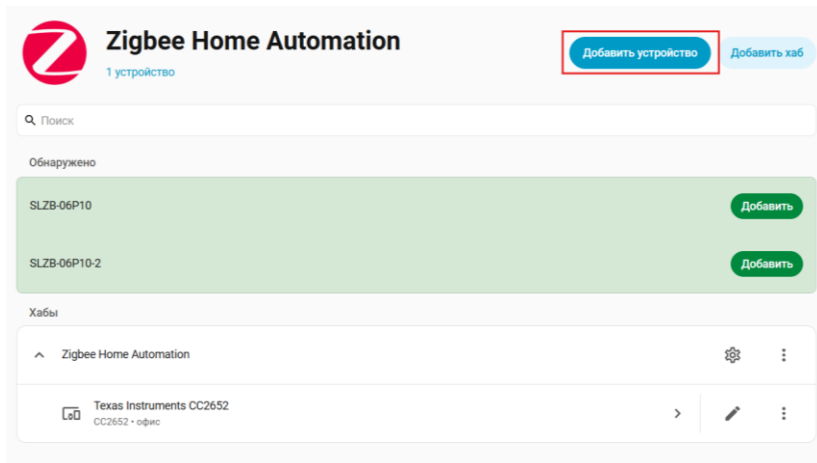

Рис. 3.23. Страница интеграции Zigbee Home Automation
2. Нажимаем “Добавить устройство” (рис. 3.23).